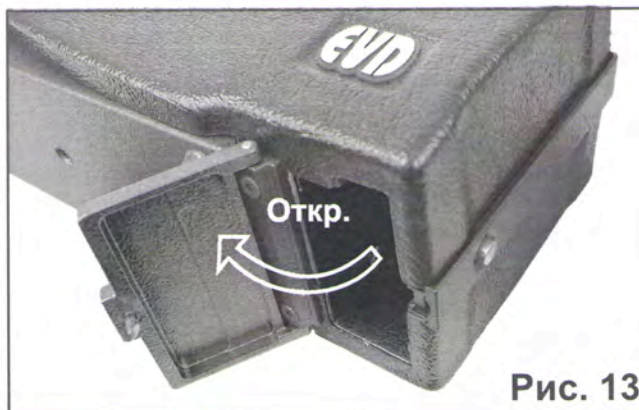

Рис. 13
- Откройте крышку батарейного отсека (рис. 13).